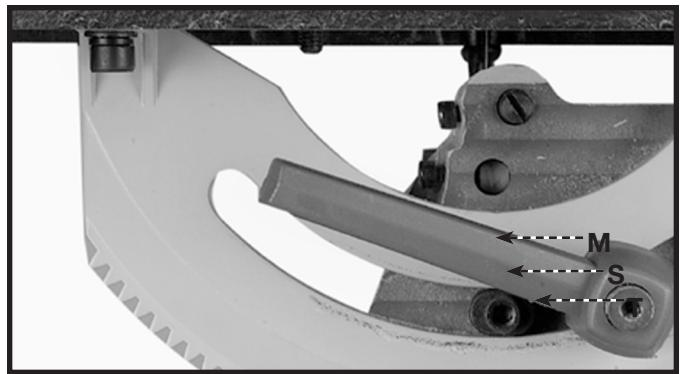

Fig.16
- Afloje el del tornillo (T) Fig.16 y alinee la flecha con "0" marca en la escala (M) de trunnion. Apriete seguramente.